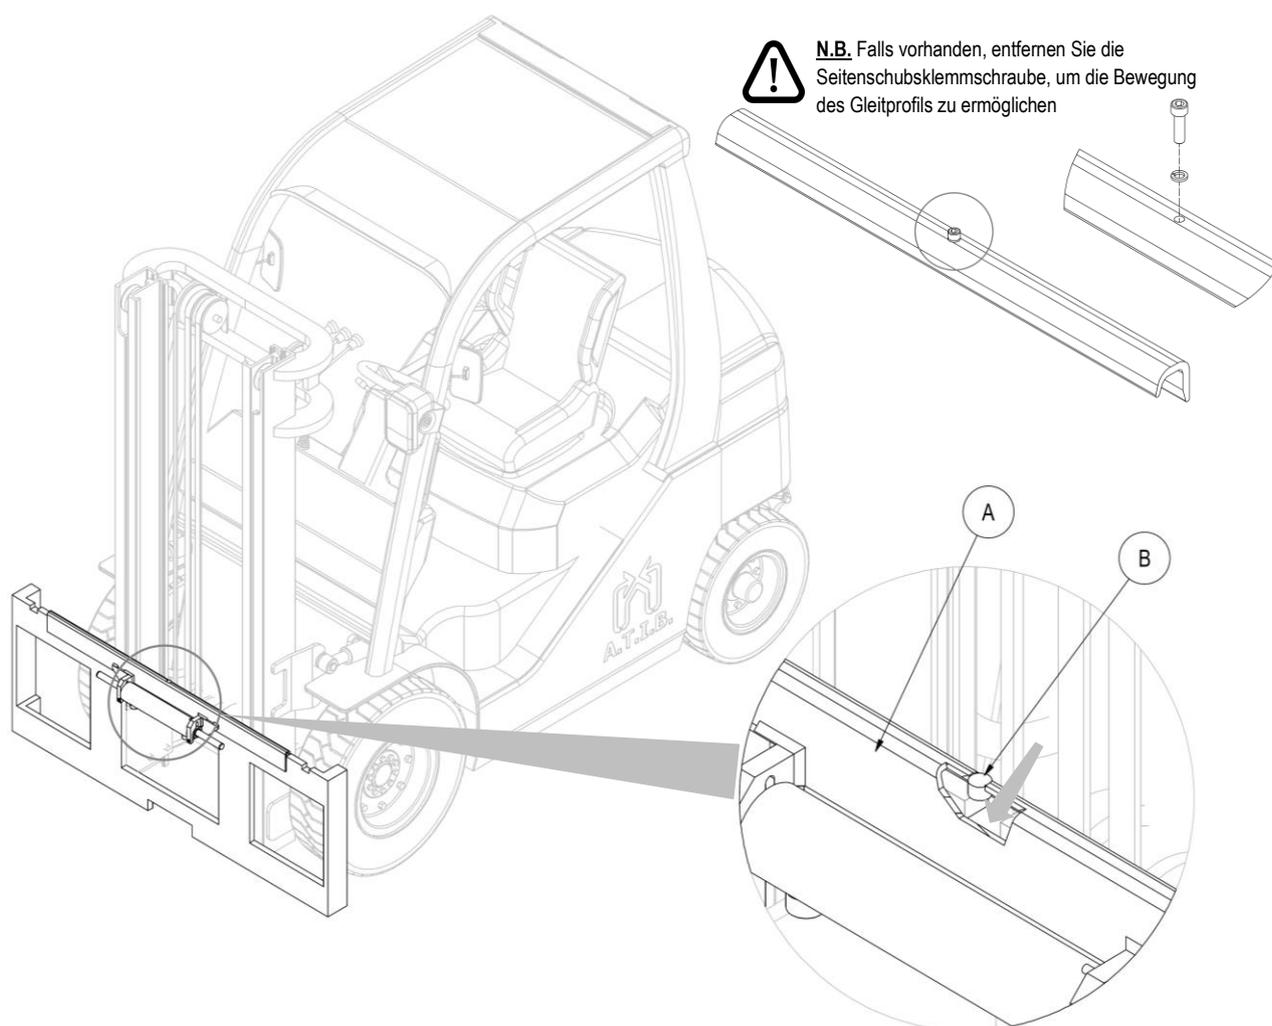

Abbildung 3
4. Nehmen Sie manuell das Gleitprofil A (mit dem entsprechenden Zylinder) und positionieren Sie es auf dem oberen Profil des Gabelträgers. Bitte darauf achten, dass der Zentrierstift B in die mittlere Kerbe des Gabelträgers einpasst (siehe *Abbildung 3*).